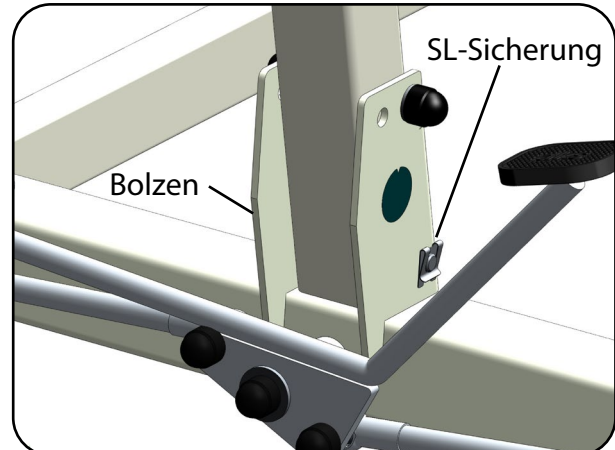
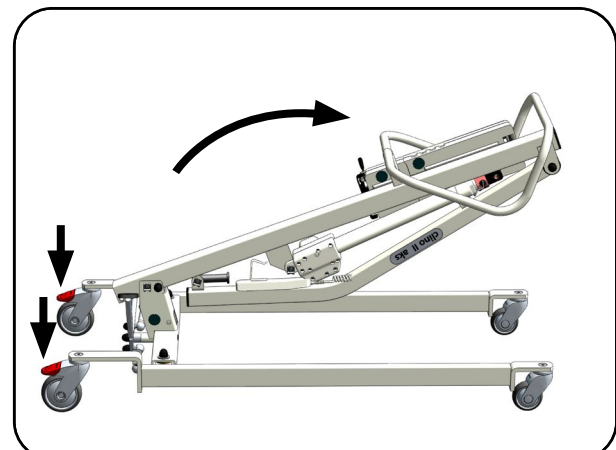

Abb.13.2.02 – Standmastaufnahme
Abb.13.2.03 - Standmast zusammenklappen
1. Bremsen Sie die beiden hinteren Laufrollen an der Bedienerseite, durch Betätigung des Tritthebels (Abb. 13.2.03) (siehe Kapitel Bedienung Abschnitt **Laufrollen**).
3. Schwenken Sie zuerst den Hubantrieb und anschließend den Hebearm zum Standmast. Fixieren Sie den Hubantrieb und den Hebearm mit Kabelbinder oder Klettband am Standmast (Abb. 13.2.03).
4. Entfernen Sie an der Standmastaufnahme den Bolzen mit der SL-Sicherung und klappen Sie den Standmast langsam und kontrolliert nach vorne (Abb. 13.2.02 und Abb. 13.2.03).